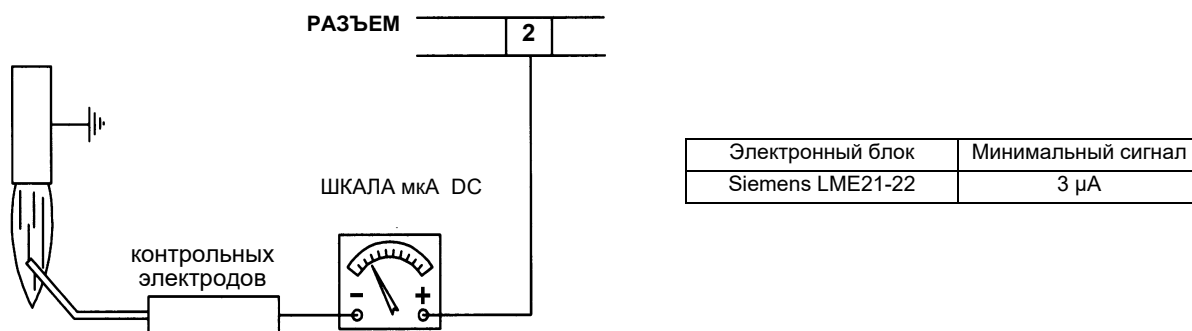

Рис. 39
- Проверить запальный и контрольный электроды, почистить, подрегулировать и, при необходимости, заменить (см. Рис. 45). В случае возникновения сомнений, проверить систему контроля после запуска горелки, следуя схемам на Рис. 39).
В случае блокировки горелки, необходимо провести следующие проверки. Чтобы измерить сигнал детектирования, следуйте схеме на Рис. 39. Если сигнал ниже указанного значения, проверьте положение контрольного электрода, электрические контакты и, при необходимости, замените контрольный электрод.